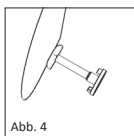

Abb. 4
■ **Abb. 4** Der stempelartige Anteil des Sizers dient im Rahmen der Messung zur Auflage auf die Stapesfußplatte. Der tellerartige Anteil ist zur Anlage gegen das Trommelfell vorgesehen. Die Dicke des Transplantates (z.B. Knorpelscheibe), welches später der Unterfütterung am Trommelfell dient, ist für die Ermittlung der Prothesenlänge zu berücksichtigen. Ist die optimale Länge gefunden, kann die entsprechende Länge an der Total-Prothese ausgewählt / eingestellt werden.